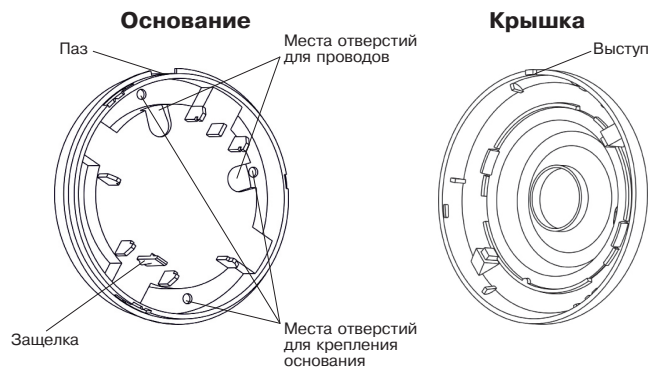

Рисунок 2 – Основание и крышка извещателя
- Снимите крышку извещателя, повернув крышку против часовой стрелки до упора в пазе на наружном кольце основания извещателя, а затем поднимите крышку (рисунок 2).
- Просверлите в основании корпуса отверстия (рисунок 2), которые будут использоваться для прокладки проводов и крепления извещателя.